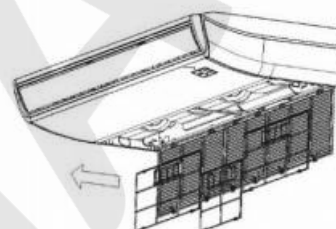

Fig.3
- Estrarre direttamente il filtro dell'aria dalla presa d'aria come indicato nella Fig.3.
- Reinstallare il filtro dell'aria in ordine inverso di Fig.3.